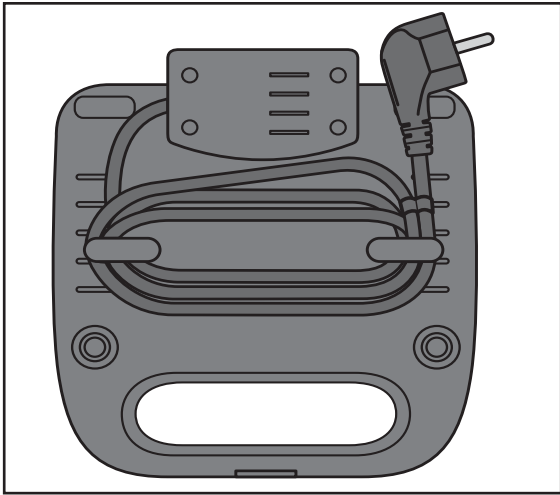

Fig. 1
- Enroulez le cordon d'alimentation autour des supports de câble de l'enroulement de câble 13 situés au dos de l'appareil. Fixez le câble avec le clip de fixation de câble (voir fig. 1) :